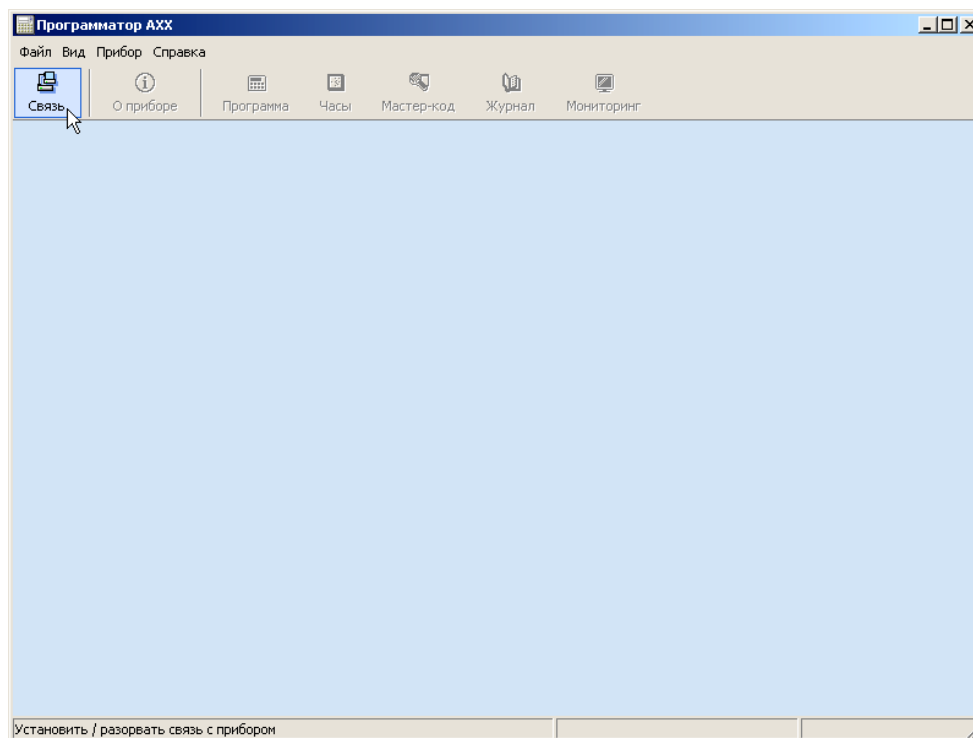

Рисунок 5 – Установление связи с программируемым устройством
- ППКОП А16-512 – прибор приемно-контрольный охранно-пожарный позволяющий осуществлять контроль до 48-ми шлейфов охранной и/или пожарной сигнализации и до 24-х СКД, рисунок 5 Приложение А.
2.3.1.1 Сервисная иконка «Связь». Для установления связи с программируемым устройством требуется кликнуть на сервисную иконку «Связь» расположенную на панели инструментов, рисунок 5.